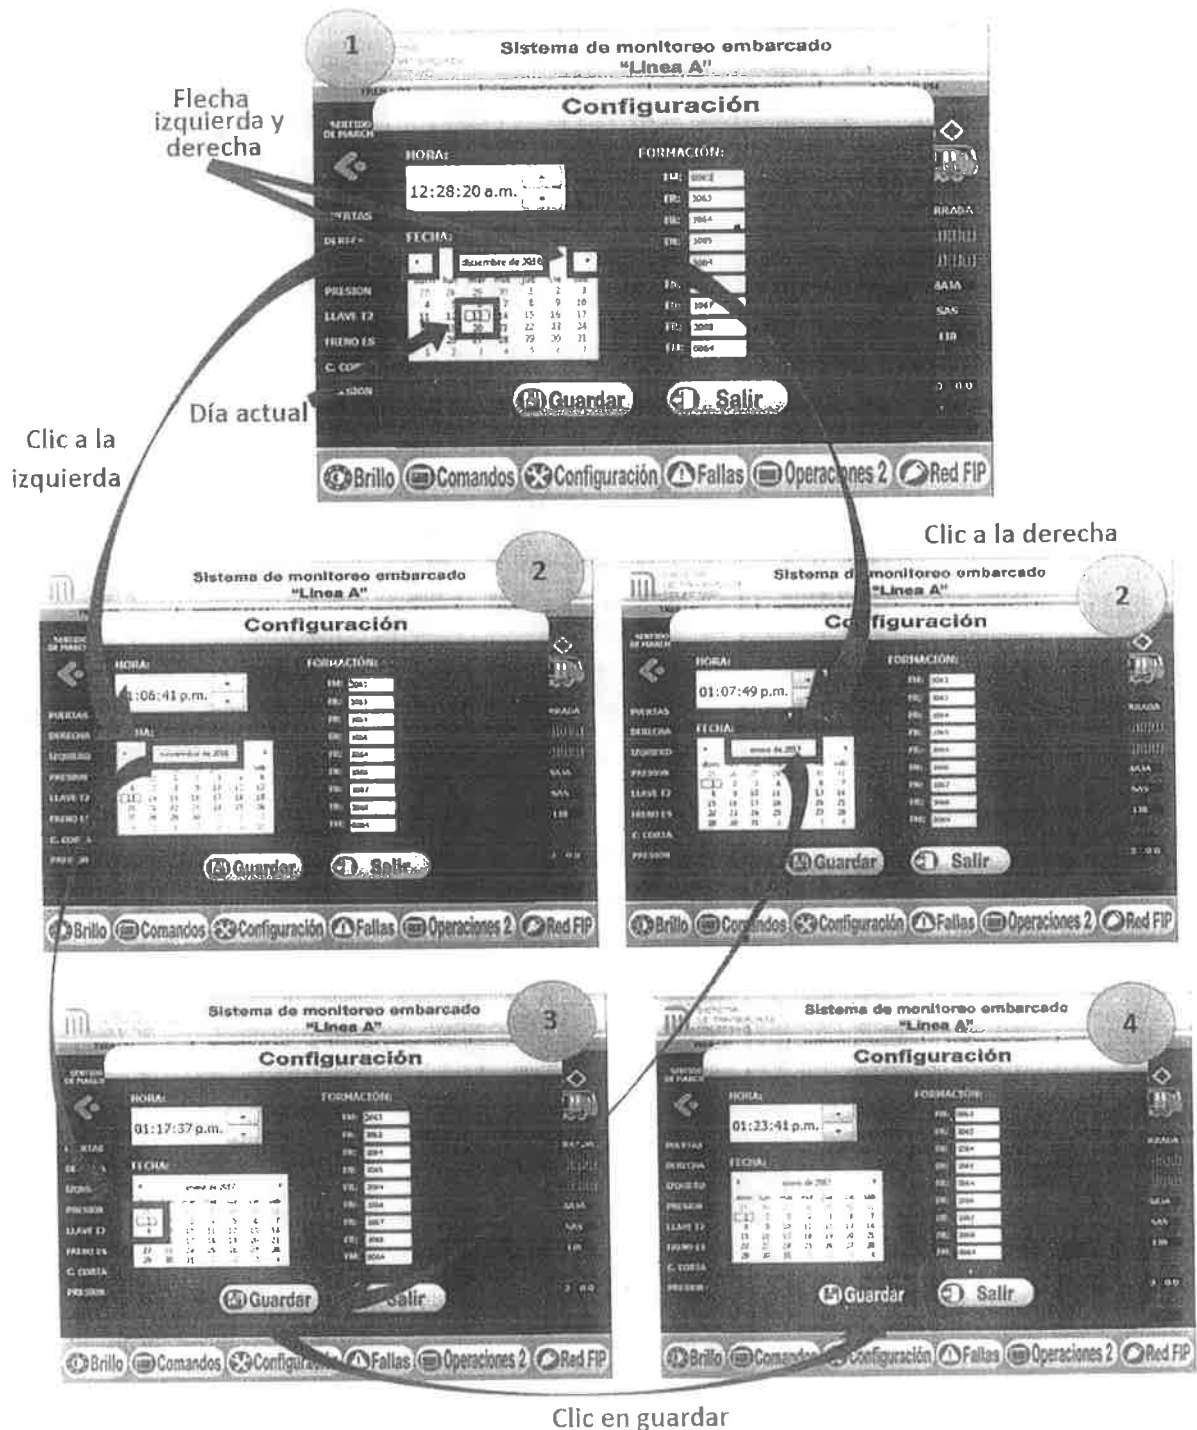

Figura 33. Proceso de modificación del día y mes en pantalla de configuración.
- Otra manera de cambiar la fecha es seleccionando el día y el mes, cuando el año es el mismo, después dar clic en guardar y aparecerá una ventana que dice que se guardó correctamente donde también se da clic en ok. Para cambiar de mes solo es necesario dar clic en las flechas que se encuentran a la izquierda (mes antes) y derecha (mes después) del calendario. (Figura 33).